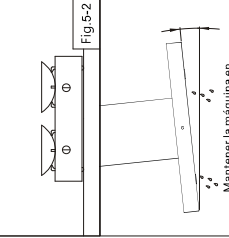

Fig. 5-3
3. Debe instalar la caja a una posición horizontal para evitar que el aceite se derrame desde la placa de rectificación (copa de rectificación). (Fig. 5-3)